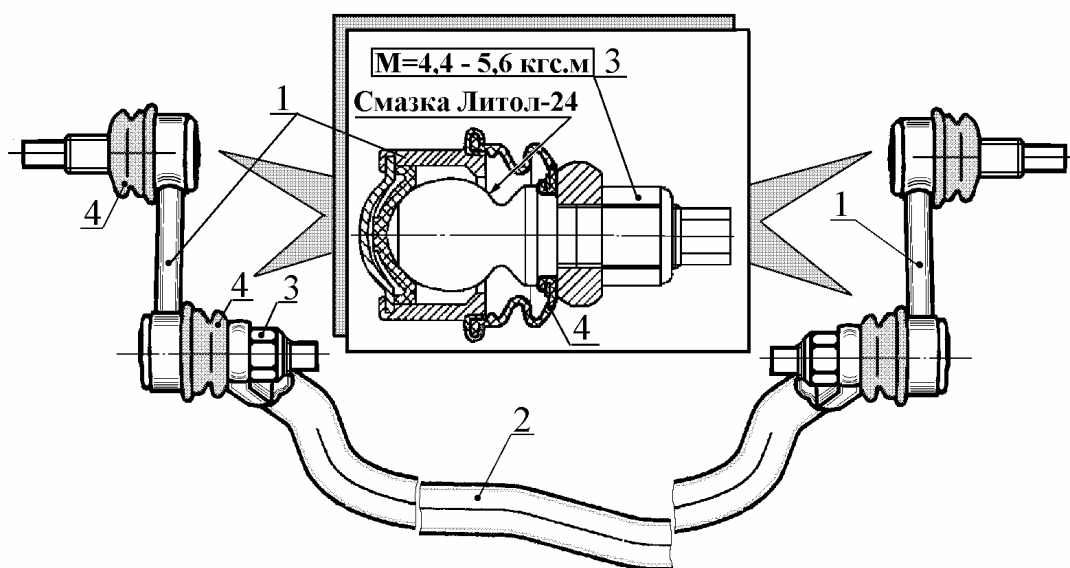

Рис.2. Подсоединение стоек стабилизатора
6.1. Подсоединить две стойки 1 (рис.2) к штанге 2 стабилизатора передней подвески в последовательности обратной снятию (см. п.4.1), выполнив при этом следующие технические требования: